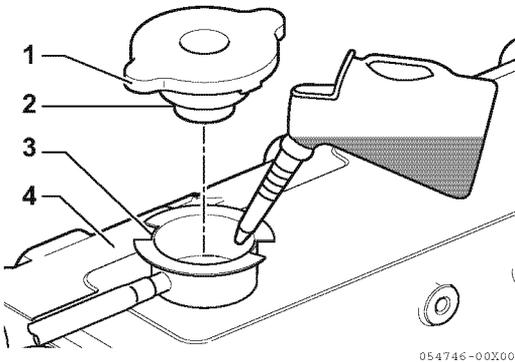

Figure 14
3. Versare lentamente il liquido di raffreddamento nel relativo serbatoio (Figure 14, (4)) per evitare la formazione di bolle d'aria. Versare finché il liquido non fuoriesce dal bocchettone di rifornimento.
4. Far combaciare le linguette del tappo del bocchettone (Figure 14, (2)) con le incisioni sul condotto di rifornimento (Figure 14, (3)) e stringere con cura il tappo del bocchettone (Figure 14, (1)).